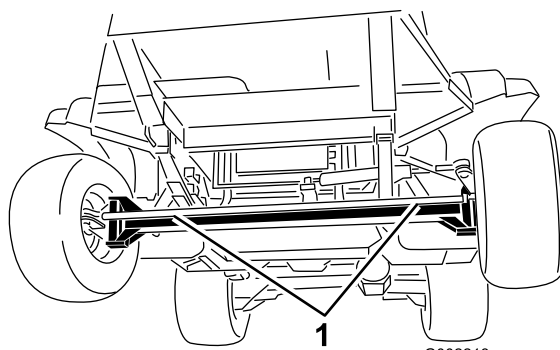
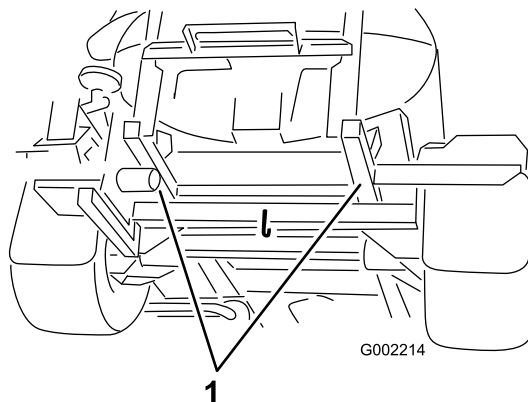

Figura 93
Figura 94
4. Conecte un cable de remolque al bastidor; consulte los puntos de remolcado delanteros y traseros (Figura 93 y Figura 94).